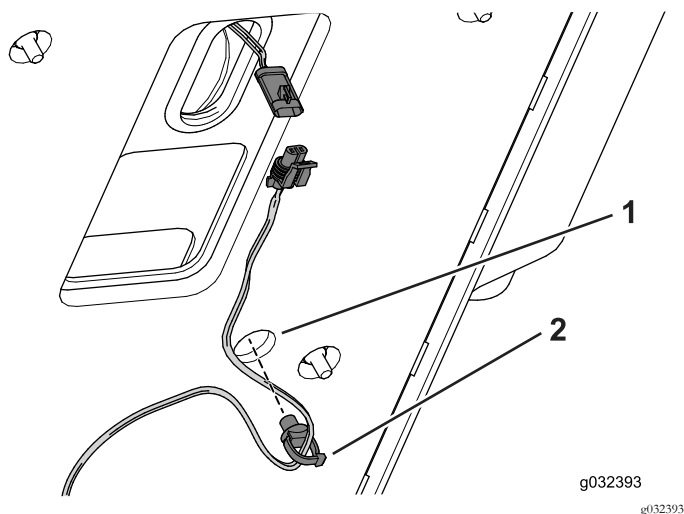

Figura 4
6. Montate la clip per cavo sulla parte inferiore della piastra del sedile (Figura 4).
7. Collegate l'interruttore del sedile al cablaggio preassemblato (Figura 4).